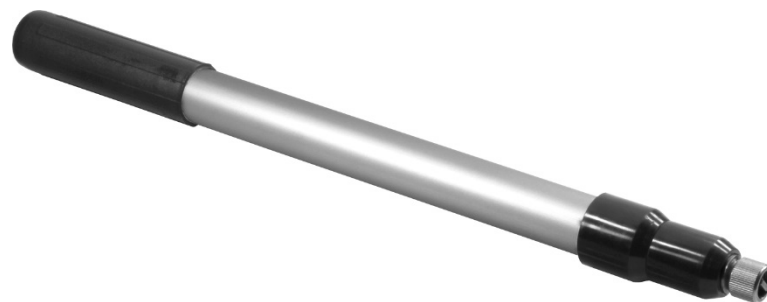

Рисунок 6 - Щанга телескопична
Блок БДБГ-07 се състои от корпус, който е образуван от капак (2) и основа (1), също и други съставни части, разположени вътре в него. Основен възел в блок БДБГ-07 е печатната платка (3), на която са разположени от едната страна осем енергокомпенсирани брояча Гайгера-Мюлер СБМ-20-1 (4) и един енергокомпенсирани брояч Гайгер-Мюлер СИ ЗБГ (5), а от другата страна – останалите елементи на схемата. Всички броячи са закрепени за платката с помощта на четири фиксатора (6) и контакти (7). На капака (2) е нанесен метрологичен знак - символ «+» (16), който обозначава геометричния център на броячите. В долната част на основата е закрепен куплунг (вилка) РС7 (8) за съединяване на кабела, който се използва за връзка на блока с пулта на дозиметъра. За защита от прах и влага на куплунга и корпуса на блок БДБГ-07 се използват гумени подложки (9, 10). Елементите на корпуса, капака и основата, също и печатната платка се закрепят помежду си с помощта на шест скрити винта. В горната част на блок БДБГ-07 е закрепена пружина (11), с помощта на която блок БДБГ-07 се закрепя за колан. В средната част за блок БДБГ-07 с два оригинални винта (13) се закрепя П-образна обръщателна скоба (12). За нея е прикрепен държател (14), за който се закрепя телескопична щанга за достигане на блок БДБГ-07 в труднодостъпни места (рис. 6). За защита на куплунг РС7 при съхранение се използва защитен капак (15).
5.2.4 Външният детекторен блок за бета-частици БДИБ-07 (блок БДИБ-07) конструктивно е изпълнен във вид на правоъгълен паралелепипед със странични скосявания и закръгления (рис.6, 7, 8).
За защита от прах и влага на куплунга и корпуса на блок БДИБ-07 се използват гумени подложки (7). Елементите на корпуса – капак и основа се закрепят помежду си с помощта на три скрити винта. В средната части за блок БДИБ-07 с помощта на два оригинални винта (9) се закрепя П-образна обръщателна скоба (8). За нея е прикрепен държател (10), за който се закрепя телескопична щанга за достъпа на блок БДИБ-07 в труднодостъпни места (рис. 6). За защита на куплунг РС7 при съхранение се използва защитен капак (11).